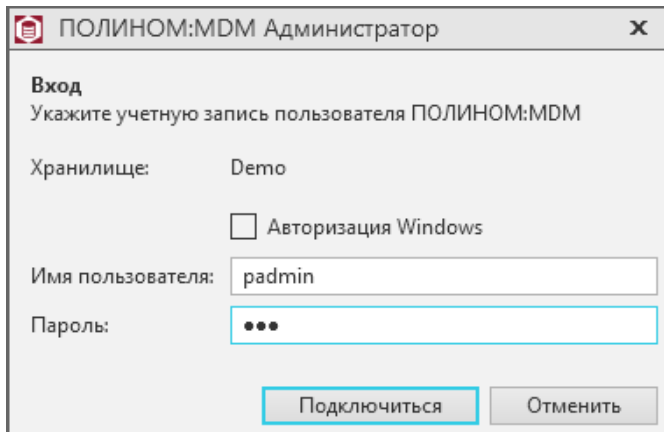

Рис. 3.31
3. В открывшемся окне выберите способ авторизации (рис. 3.31). Нажмите кнопку **Подключиться**.